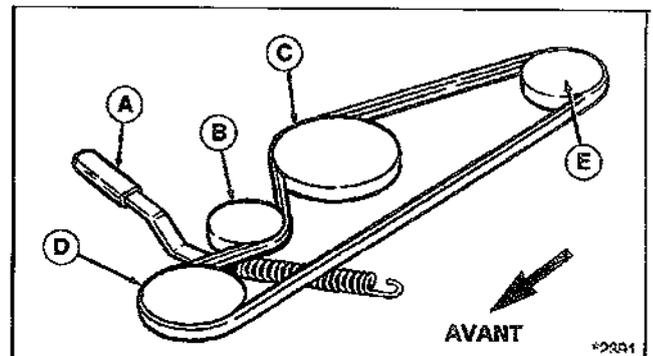

Figure 22. Schéma avec poulie du plateau de coupe de 30"
2. Si le plateau de coupe n'est pas déposé, mettre la tondeuse en position basse. Tirez le bras de la poulie-guide (A, figure 22) pour relâcher la tension de la courroie. Déter la courroie de la poulie-guide (B) et centrer la poulie de l'arbre (C).
3. Oter la courroie de la poulie-guide frontale (D) et de la poulie d'embrayage électrique (E).
4. Remplacez l'ancienne courroie par une neuve. S'assurer que le côté V de la courroie coulisse autour de toutes les poulies, sauf la poulie-guide (B)